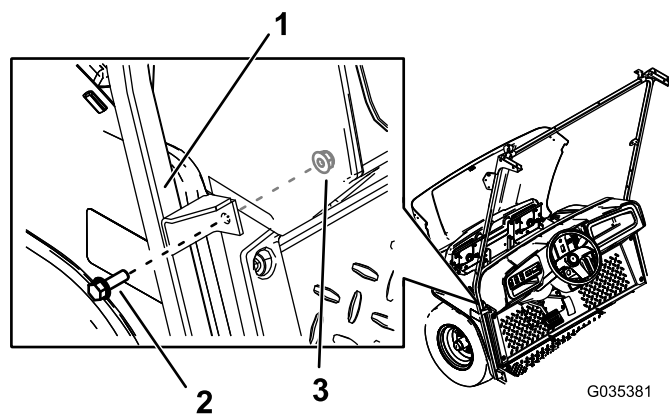

Figura 5
4. Prenda o suporte do meio do suporte do limp para-brisas à máquina utilizando dois parafusos flangeados sextavados ($\frac{5}{16}$ " x 1") e duas porcas ($\frac{5}{16}$ " nos furos que realizou (Figura 5).